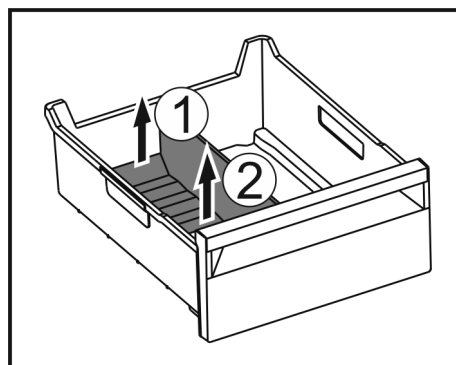

Fig. 195
- ▶ Приподнимите заднюю часть разделителя отделения для льда. Fig. 195 (1)
- ▶ Извлеките разделитель отделения для льда движением вверх. Fig. 195 (2)